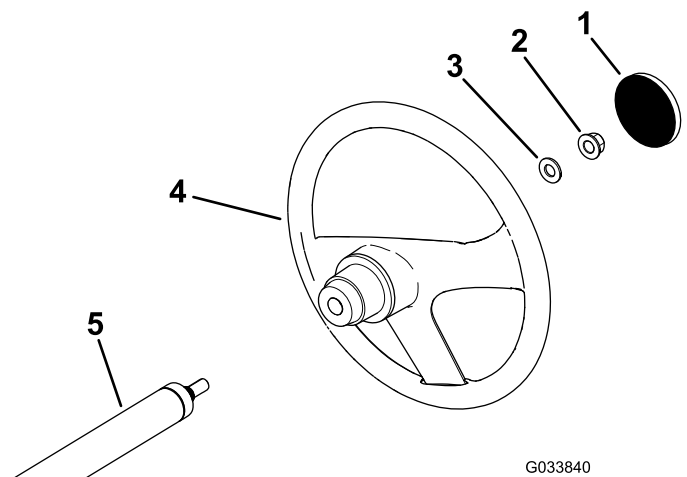

图 3
1. 如果方向盘轮毂安装了护罩，将其卸掉（图 3）。
2. 从转向轴上卸下锁紧螺母（图 3）。
3. 将方向盘和垫圈（ $\frac{1}{2}$ 英寸）滑入转向轴（图 3）。
5. 将护罩安装到方向盘上（图 3）。